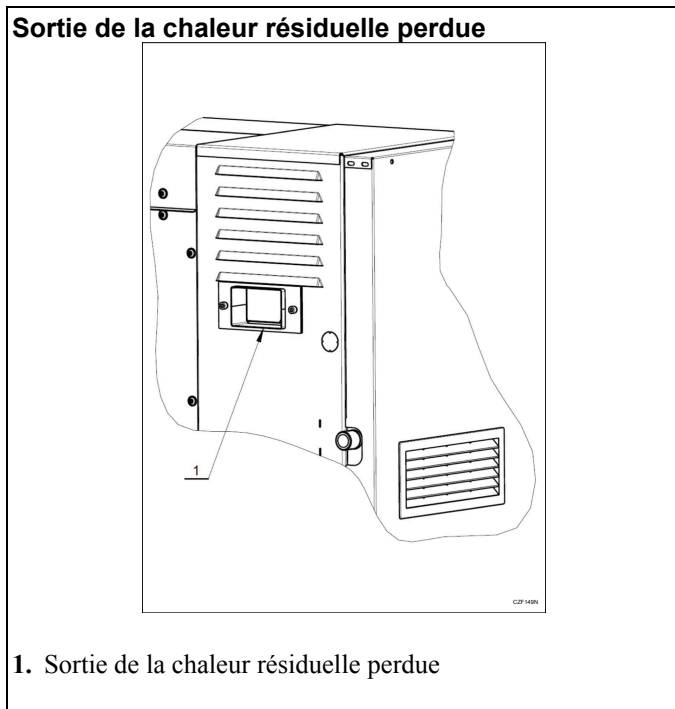

Figure 23
- Sur la paroi arrière du montant droit se trouve la sortie de la chaleur résiduelle perdue (1) - (Figure 23).